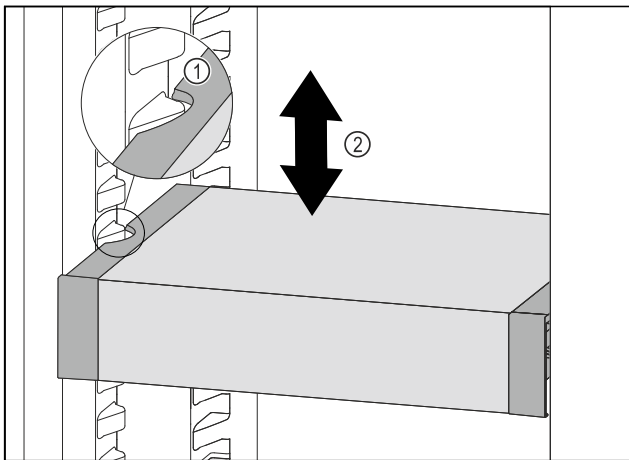

Fig. 137
- ▶ VarioSafe nach vorne ziehen, bis sich die seitlichen Aussparungen des VarioSafes auf Höhe der Behälterrippe im Kühlteil befinden. Fig. 137 (1)
- ▶ VarioSafe im Kühlteil nach oben oder unten bewegen, bis gewünschte Höhe erreicht ist. Fig. 137 (2)